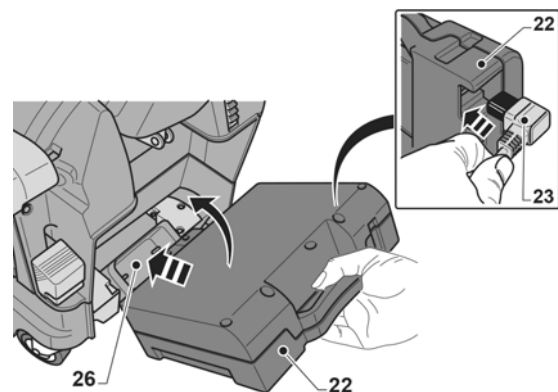

Abb. 10: Ladegerät
Schritt 1: Stellen Sie sicher, dass das Versorgungskabel (Pos. 23, Abb. 10) ordnungsgemäß in das Ladegerät eingeführt ist (Pos. 22, Abb. 10).
Schritt 2: Stecken Sie den Ladegerätstecker (Pos. 22, Abb. 10) bis zum Anschlag in die Steckdose (Pos. 26, Abb. 10) und drehen Sie ihn zur Maschine, bis ein Arretier-Klick zu hören ist.